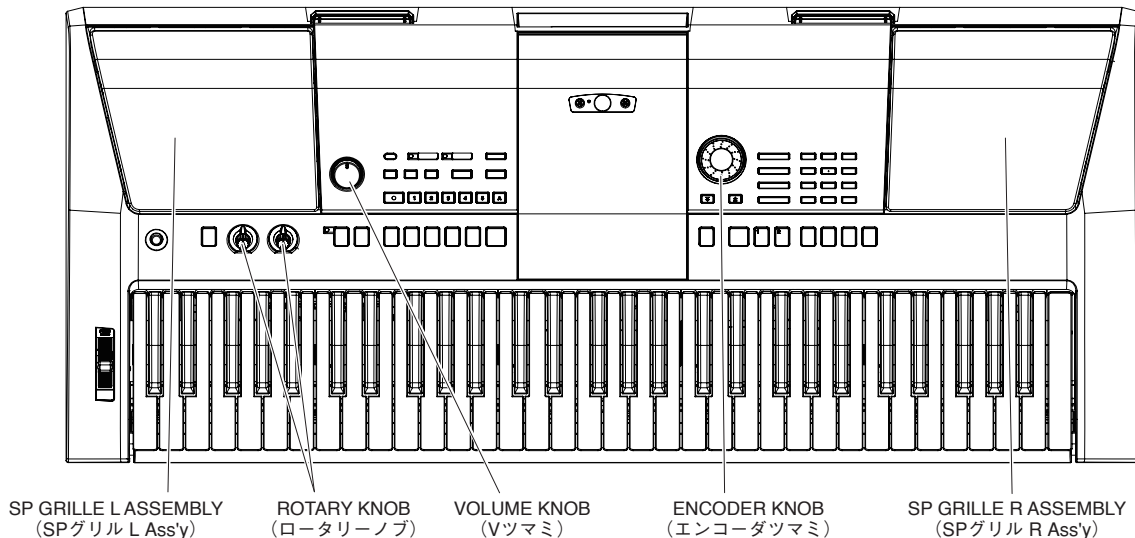
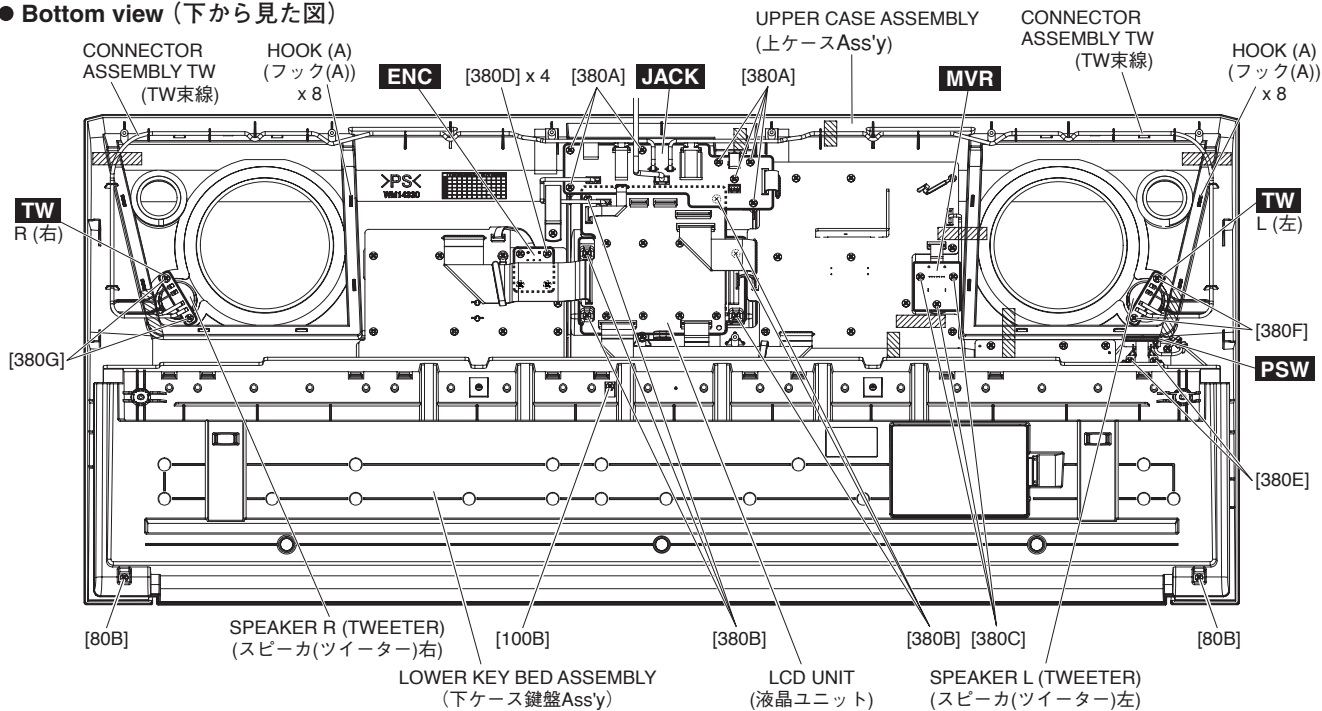
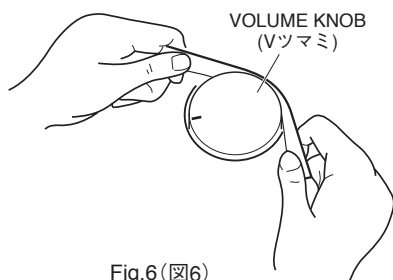
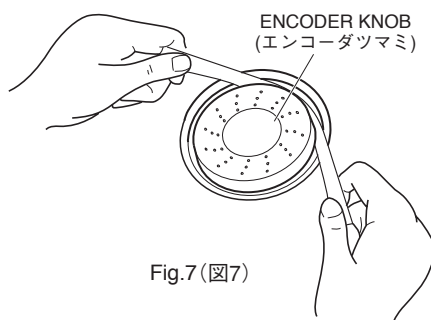

Fig.1(図1)
Fig.2(図2)
Fig.6(図6)
Fig.7(図7)
- 1-1 Remove the six (6) screws marked [80A], two (2) screws marked [90] and two (2) screws marked [100A]. The lower case assembly can then be removed. (Fig.1)
- 1-1 [80A] のネジ 6 本、[90] のネジ 2 本と [100A] のネジ 2 本を外して、下ケース Ass'y を外します。(図1)
- 2-2 Remove the connector assemblies TW soldered to the right and left TW circuit boards. (Fig. 2)
- 2-3 Remove the seven (7) screws marked [380A]. The JACK circuit board can then be removed. (Fig.2)
- 3-3 Remove the six (6) screws marked [380B]. The LCD unit can then be removed. (Fig.2)
- 2-2 左右の TW シートに半田付けされている TW 束線を外します。(図2)
- 2-3 [380A] のネジ7本を外して、JACK シートを外します。(図2)
- 3-3 [380B] のネジ6本を外して、液晶ユニットを外します。(図2)
- 5-1 Pull out the volume knob from the control panel as shown in Fig.6. (Fig.1, Fig.6)
- 5-3 Remove the three (3) screws marked [380C]. The MVR circuit board can then be removed. (Fig.2)
- 5-1 コントロールパネルから、Vツマミを図6のようにして抜いておきます。(図1、図6)
- 5-3 [380C]のネジ3本を外して、MVRシートを外します。(図2)
- 6-1 Pull out the encoder knob from the control panel as shown in Fig.7. (Fig.1, Fig.7)
- 6-3 Remove the four (4) screws marked [380D]. The ENC circuit board can then be removed. (Fig.2)
- 6-1 コントロールパネルから、エンコーダツマミを図7のようにして抜いておきます。(図1、図7)
- 6-3 [380D]のネジ4本を外して、ENCシートを外します。(図2)
- 7-2 Remove the two (2) screws marked [380E]. The PSW circuit board can then be removed. (Fig.2)
- 7-2 [380E] のネジ2本を外して、PSW シートを外します。(図2)
- 8-2 **TW Circuit Board (L) and Speaker L (Tweeter)**
Remove the connector assembly TW and speaker cable soldered to the TW circuit board (L) and remove the two (2) screws marked [380F]. The TW circuit board (L) and speaker L (tweeter) can then be removed. (Fig. 2)
- 8-3 **TW Circuit Board (R) and Speaker R (Tweeter)**
Remove the connector assembly TW and speaker cable soldered to the TW circuit board (R) and remove the two (2) screws marked [380G]. The TW circuit board (R) and speaker R (tweeter) can then be removed. (Fig. 2)
- 9-2 Set the eight (8) hooks [A] parallel to the groove in the upper case assembly and remove the SP grille L assembly. (Fig.1, Fig.2)
TW シート (左) に半田付けされている TW 束線とスピーカ束線を外し、[380F] のネジ2本を外して TW シート (左) とスピーカ (ツイーター) 左を外します。(図2)
TW シート (右) に半田付けされている TW 束線とスピーカ束線を外し、[380G] のネジ2本を外して TW シート (右) とスピーカ (ツイーター) 右を外します。(図2)
- 9-2 8箇所のフック (A) を上ケース Ass'y の溝と平行にして、SP グリル L を外します。(図1、図2)
- 10-2 Remove the two (2) screws marked [80B] and the screw marked [100B]. The lower key bed assembly can then be removed. (Fig.2)
- 10-2 [80B] のネジ 2 本と、[100B] のネジ 1 本を外して、下ケース鍵盤 Ass'y を外します。(図 2)